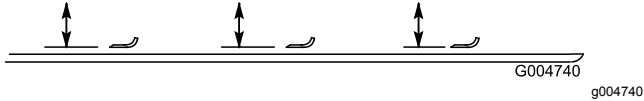

Bild 105
2. Drehen Sie die Messer, bis die Enden nach vorne und hinten zeigen und messen Sie von der Innenseite des Mähwerks bis zur Schnittkante an der Vorderseite des Messers (Bild 105).